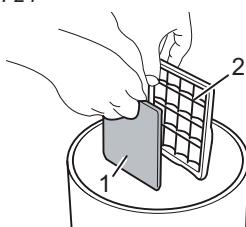

Abb. 25
3. Trennen Sie den Motorschutzfilter (Abb. 25/1) vom Filterhalter (Abb. 25/2) über einem Mülleimer.